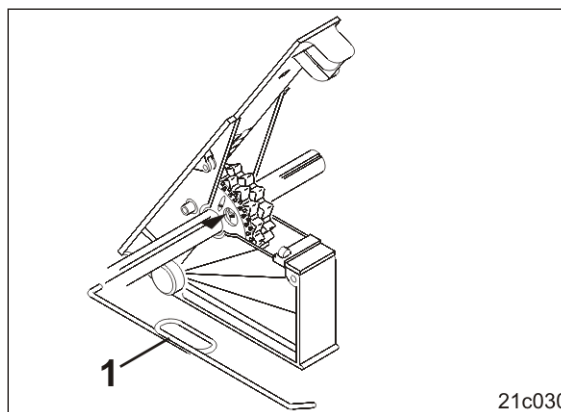

Fig. 140
1. Tryk stiften bag boringen i indtil anslag i normalsåhjulet med den medleverede nøgle (Fig. 140/1).